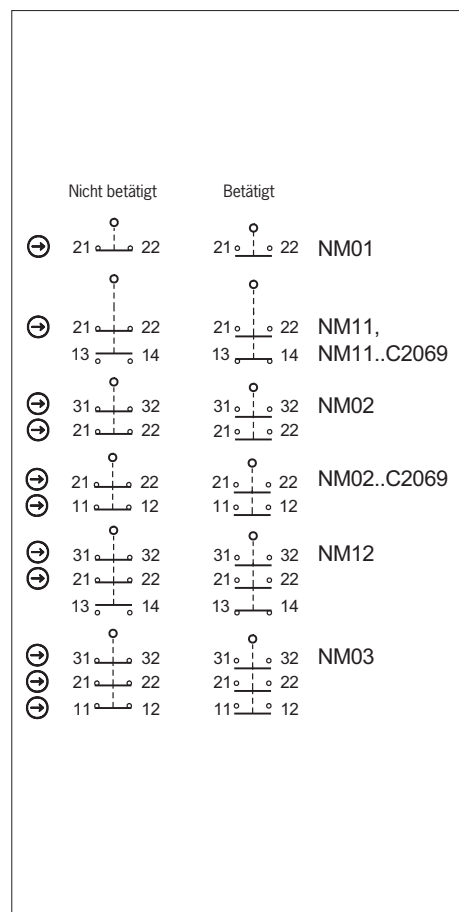

Bild 5: Schaltelemente und Schaltfunktionen
Es muss mindestens ein Kontakt verwendet werden. Dieser signalisiert die Stellung der Schutzeinrichtung (Kontaktbelegung siehe Bild 5).
3. Anschließen und Klemmen mit 0,5 Nm anziehen (Kontaktbelegung siehe Bild 5).